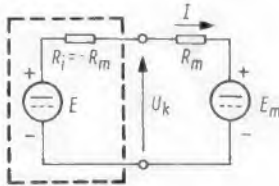

Bild 1. Prinzip der elektronischen Regelung
- R_M der Motor-Innenwiderstand (Bild 1).